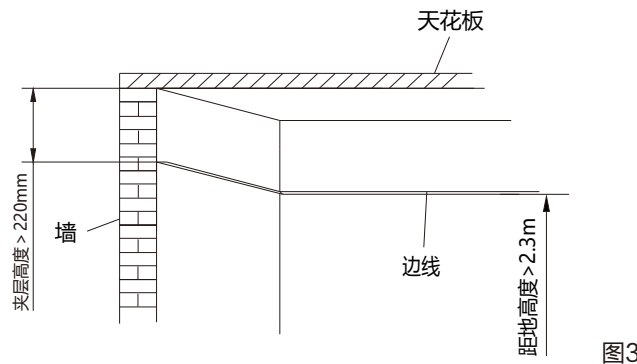

图3
2. 根据高度标记, 在墙壁四周画好水平线, 然后钉好与产品配套的边线。(见图3)